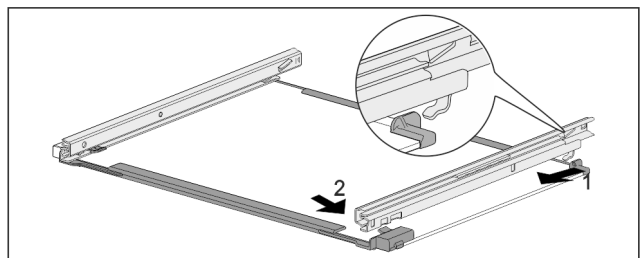

Fig. 173 Glasplaat met rails
- ▶ Rail achter vasthaken. Fig. 173 (1)
- ▶ Rail voor vasthaken. Fig. 173 (2)